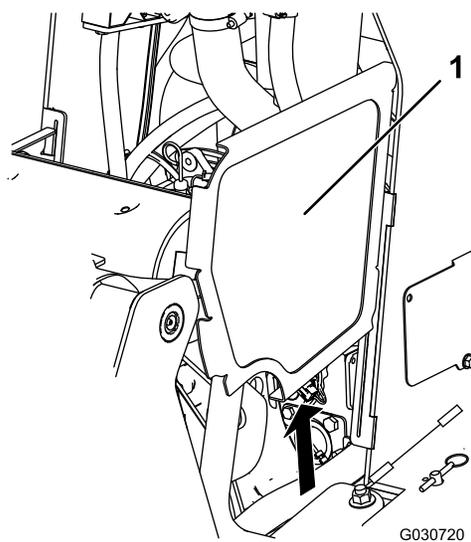

**Рисунок 34**
1. Снимите фиксатор (Рисунок 34).
2. Чтобы получить доступ к внутренним компонентам, поднимите заднюю крышку доступа (Рисунок 34).